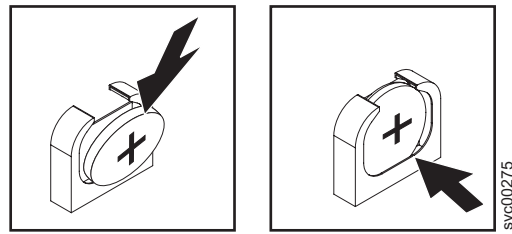

図 115. SAN ボリューム・コントローラー 2145-8G4CMOS バッテリー・ホルダー
- b. バッテリーを下に押し、所定の場所でカチッと音を立てるまでソケットに入れます。図 115 に示すように、バッテリー・クリップがバッテリーを確実に保持するようにします。